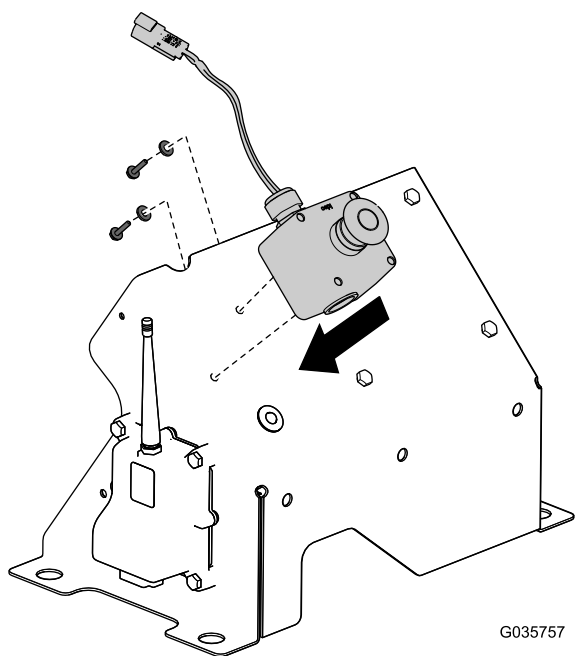

Bild 13
13. Befestigen Sie die vorher entfernte E-Stopp-Taste an der Abdeckung (Bild 13).